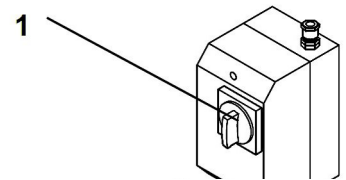

Fig. 8: Aan/Uit schakelaar hydraulisch systeem
5. Schakel de hydraulische schakelaar in (Fig. 8).